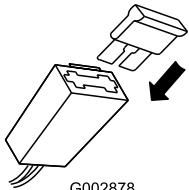

Figura 28
2. Insira o fusível no porta-fusíveis (Figura 28).